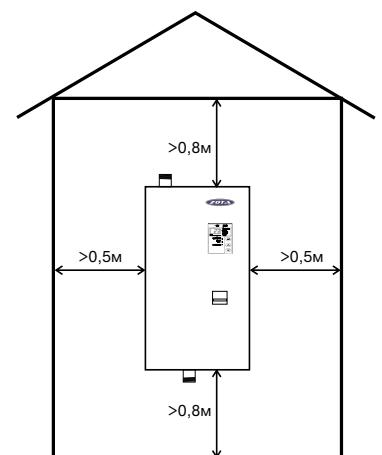

Рис.4 Схема установки
6.2 При монтаже электроводонагревателей необходимо выдерживать минимальные расстояния до стен, пола и потолка, указанных на Рис.4. Расстояние необходимо соблюдать для удобства эксплуатации и сервисного обслуживания. Запрещается помещать котел в ниши, загораживающие крепежные элементы кожуха котла и препятствующие естественной вентиляции изделия. Электроводонагреватель должен размещаться на негорючем основании, использование дерева и пластмассы недопустимо.